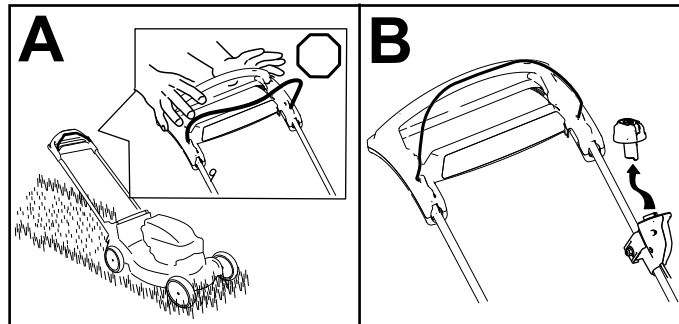

Figure 18
1. Relâchez la barre de commande de la lame (A de la Figure 18).
2. Retirez le bouton de démarrage électrique du commutateur de démarrage électrique (B de Figure 18).